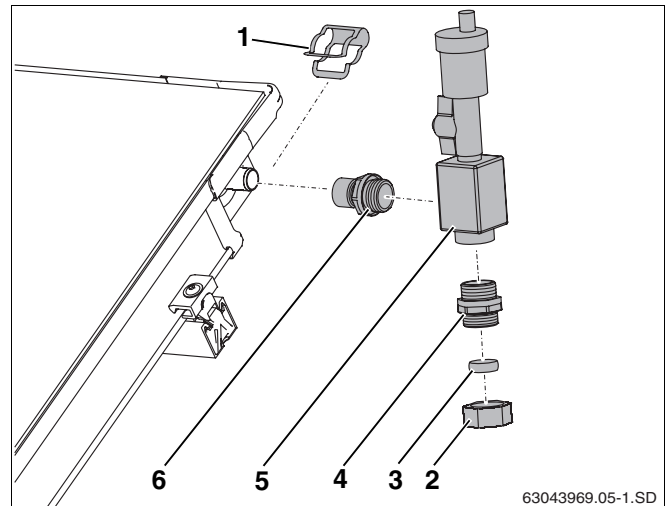

Fig. 60 Raccorder le purgeur
- Visser l'embout (fig. 60, **pos. 6**) et l'embout double (fig. 60, **pos. 4**) dans le pot de purge (joint torique).
- Glisser le pot de purge (fig. 60, **pos. 5**) avec l'embout sur le raccordement du capteur et fixer avec une agrafe.
- Raccorder le tube collecteur au raccord-union par anneau de serrage (18 mm) (fig. 60, **pos. 2**).